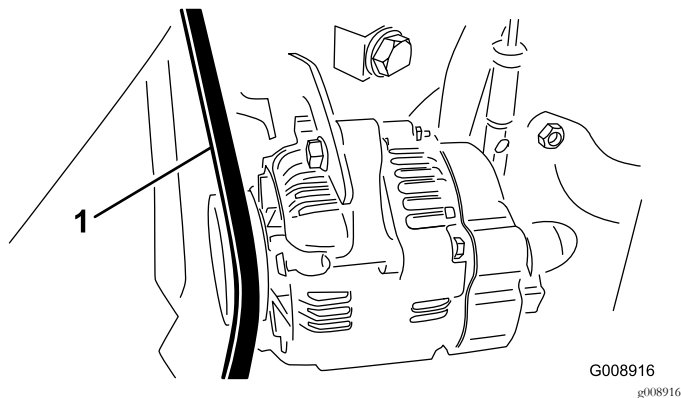

Figura 71
2. Verifique a pressão calcando a correia do alternador/ventoinha entre as polias do alternador e do cárter, utilizando uma força de 30 N m (Figura 71).